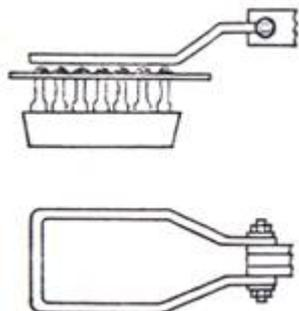

Рис. 8. Жало для групповой пайки электропаяльником «Момент».
1.11. Сменные жала к паяльнику «Момент» изготавливают из медной шины или провода диаметром 2 мм (рис. 8). Жало нужно